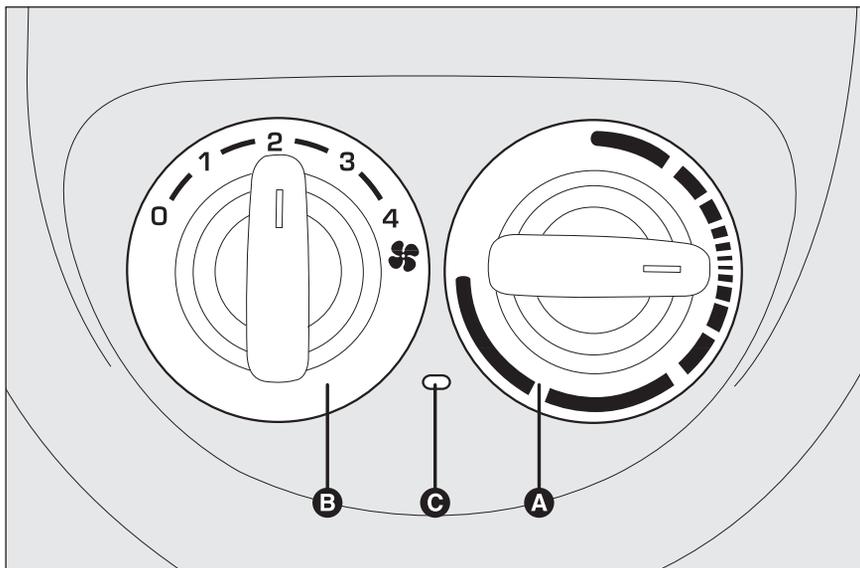
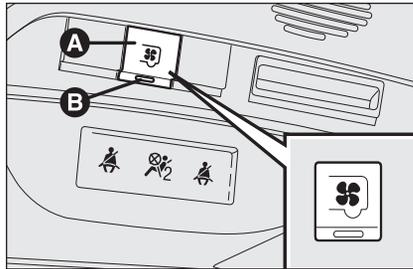

fig. 51
fig. 52
COMANDI fig. 51
Per inserire il climatizzatore, premere il pulsante **A-fig. 52**.
Ad inserimento avvenuto si accendono in contemporanea i led **B-fig. 52** sul pulsante stesso e **C-fig. 51** tra i comandi.
Per disinserire il climatizzatore, premere nuovamente il pulsante **A-fig. 52** (per confermare il disinserimento i due led si spengono).
- inserire il climatizzatore premendo il pulsante **A-fig. 52**; il led **B** sul pulsante si accende;